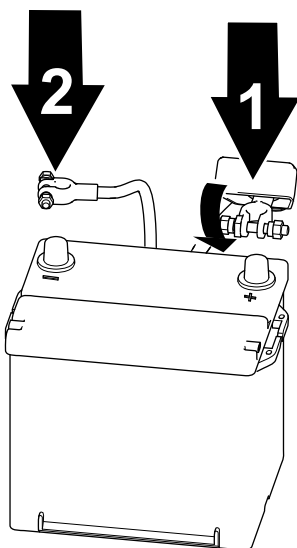

Figura 58
1. Collegate il cavo positivo alla batteria, quindi serrate il dado di fissaggio della batteria (Figura 58).